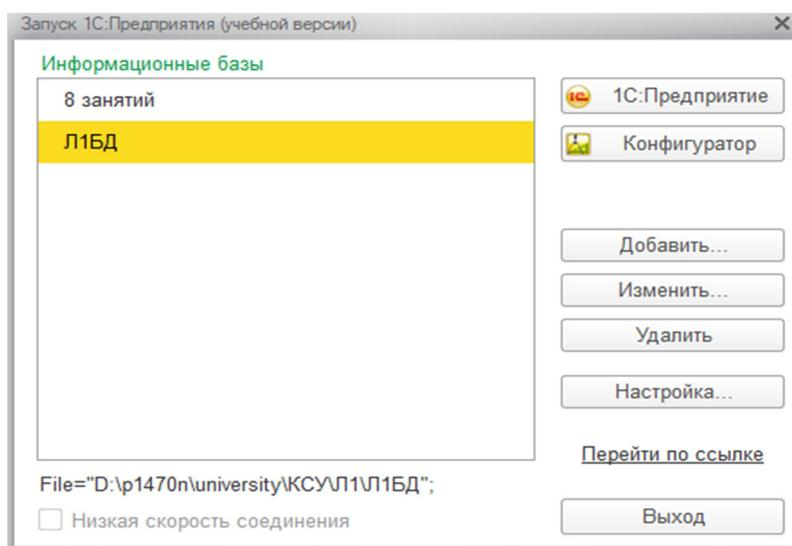

Рис. 1.1. Создание информационной базы для магазина
1. Создадим ИБ «Магазин компьютерных комплектующих» (рис. 1.1).